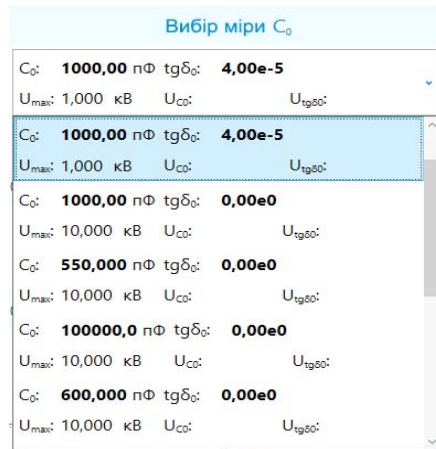

Рисунок 6.6
– При введенні паспортних даних еталонного конденсатора можна використовувати раніше введені значення, для цього слід натиснути в полі 12, рис. 6.2 стрілку списку, що розкривається, і зі списку (рисунок 6.6) вибрати необхідне значення. Зі списку можуть бути видалені непотрібні значення. Для видалення слід вибрати параметри міри, що видаляється, і натиснути кнопку «удалить меру» (рис.6.2, поз.14).